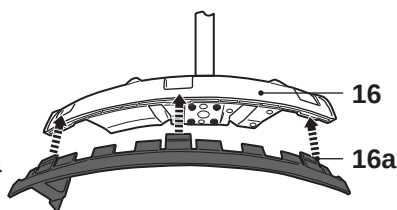

Fig. 6
- > En mode coupe-herbe, montez le rebord [16a] sur le capot [16] en faisant entrer les loquets dans les trous correspondants (Fig. 6).